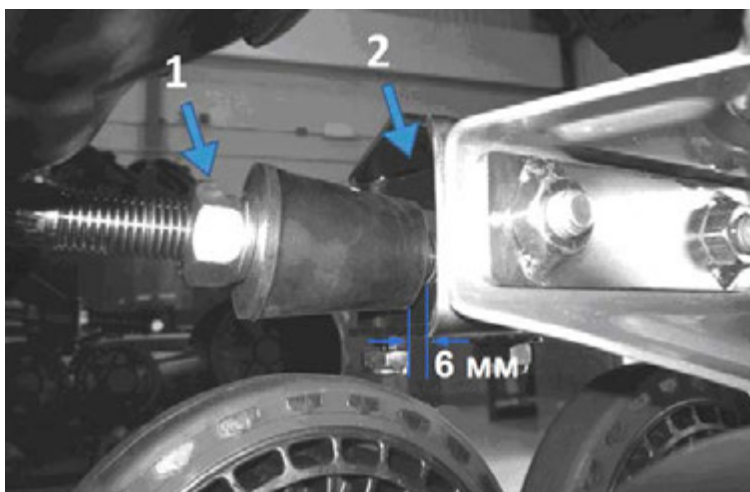

Рис. 11
- Вращением гайки (поз.1) подогнать резиновый башмак на расстояние около 6 мм к корпусу стопора противовращения (поз.2) на кронштейне противовращения (см. Рис. 11).